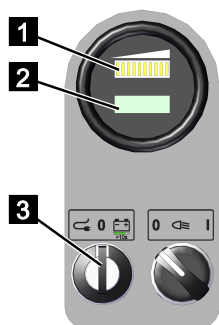

Abb. 70
3. Den Schlüsselschalter (Abb.70/3) auf Netzbetrieb stellen.
4. Im Display (Abb.70/2) werden die Betriebsstunden angezeigt.
5. Über die Ladeanzeige (Abb.70/1) kann der Ladezustand kontrolliert werden. Gegebenenfalls die Batterien laden.